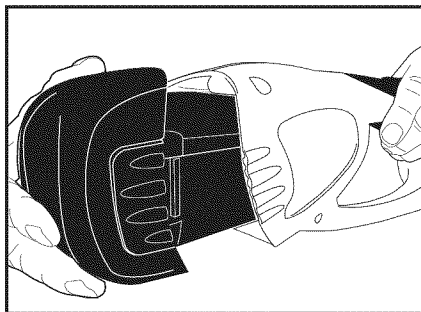

Figure 5
1. Aligner la nervure du bloc batterie sur la rainure correspondante à l'extrémité de la poignée d'alimentation électrique. (Voir figure 5.)